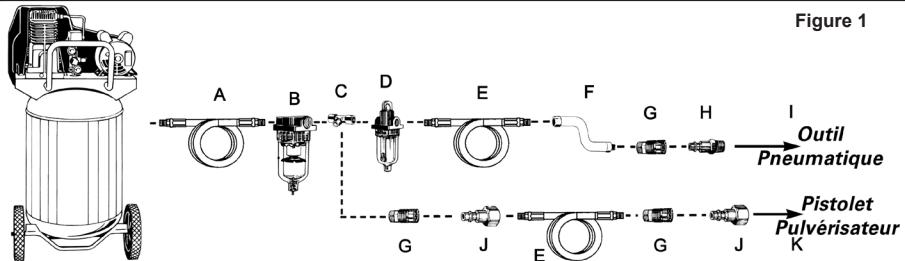

Figure 1
6. Branchez l'outil au raccord rapide du tuyau flexible d'air. **REMARQUE : Il est recommandé d'utiliser un flexible de raccordement à pivot (P012-0079SP - non inclus) afin d'empêcher le tuyau flexible de s'entortiller ou de se plier et de prévenir son usage excessif (voir l'élément F de la Figure 1 pour les connexions recommandées).**
Pour conserver le rendement optimal du moteur pneumatique, il faut le lubrifier à chaque utilisation. Des résidus de poussière, de saleté et d'huile se logeront à l'intérieur de l'outil et en réduiront le rendement. Un huilier sur canalisation est recommandé pour lubrifier automatiquement l'outil de façon adéquate (voir Figure 1). Si ce dispositif n'est pas disponible, il est possible de lubrifier l'outil manuellement par l'orifice d'admission (voir Figure 4).